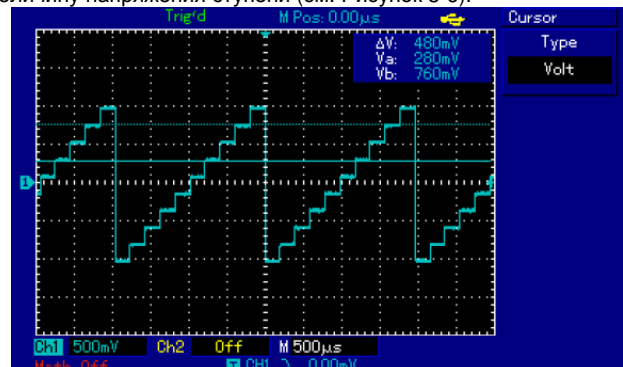

Рисунок 3-6 Курсорное измерение напряжения сигнала
В меню курсора автоматически отобразится величина ΔV , то есть величину напряжения ступени (см. Рисунок 3-6).
4. Нажмите **[PUSH SELECTED]** для выбора курсора, затем поворотом многофункционального регулятора установите курсор 2 на второй пик функции Sinc. В меню курсора автоматически отобразится величина $1/\Delta T$, то есть частота этой точки (см. Рисунок 3-6а).
Рисунок 3-6а Курсорное измерение частоты сигнала